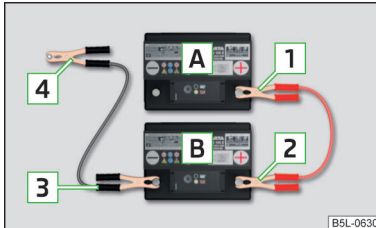

Abb. 178
- Die Klemme **1** am Pluspol der entladenen Batterie **A** » Abb. 178 befestigen.